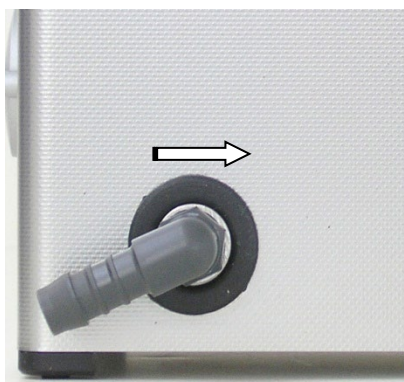

Fig. 5.1.2 Attacco montato
3. Ruotare l'attacco fino a raggiungere la direzione di scarico desiderata (*vedi fig. 5.1.2*).